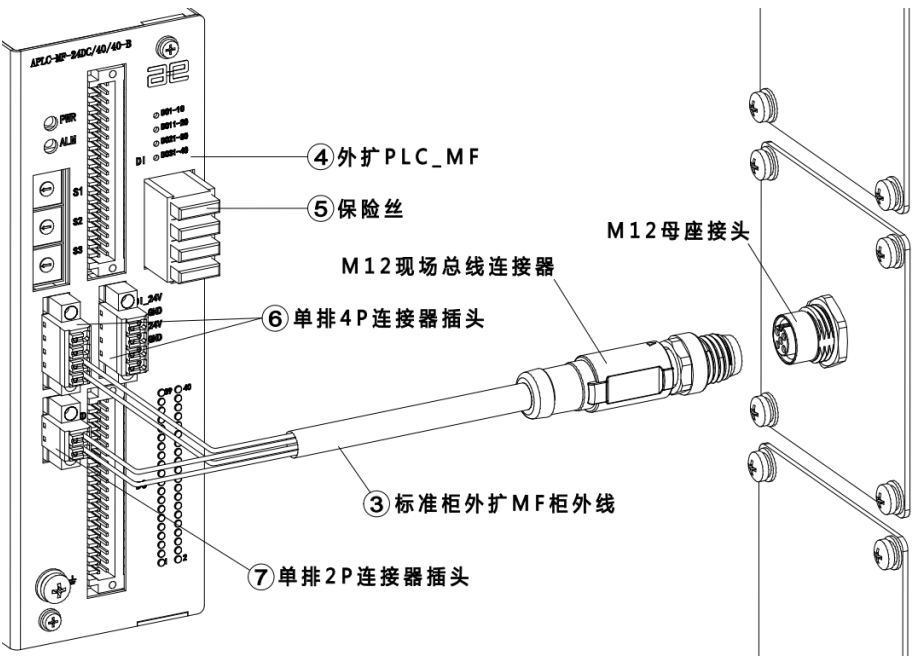

图 20-10 连接外扩 PLC\_MF 示意图
步骤4. 将③标准柜外扩 MF 柜外线带有 M12 连接器的一端按照三角定位标识接在柜体的 M12 母座接头上，另一端接在④外扩 PLC\_MF 的电源接口（⑦单排 2P 连接器插头）与 485 接口（⑥单排 4P 连接器插头）上，参考图 20-10。